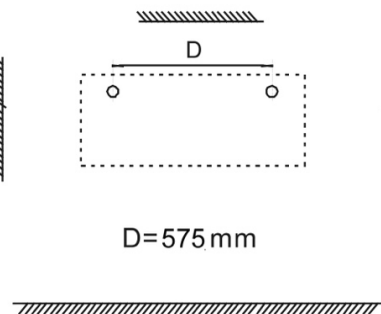

Fig.2
2. Practicar en la pared dos agujeros adecuados del tamaño del pescador $\varnothing 8$ mm. (Fig. 2) – $d=575$ mm